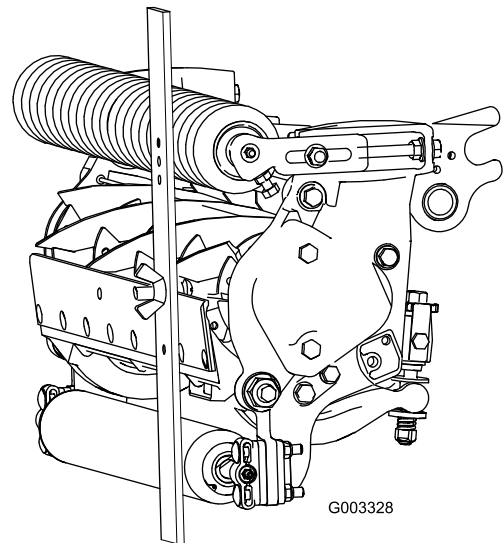

Bild 20
3. Haken Sie den Schraubenkopf an die Schnittkante des Untermessers ein, und stützen Sie das hintere Ende des Trägers auf der hinteren Rolle ab (Bild 20).
4. Drehen Sie die Einstellschraube, bis die vordere Rolle die Messlehre berührt (Bild 20). Stellen Sie